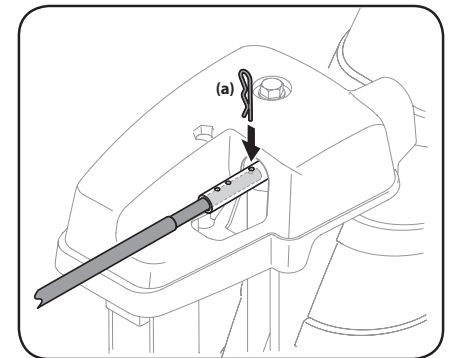

Figura 3-11
2. Empuje la varilla de control del canal hasta que el orificio de la misma quede alineado con el tercer orificio del conjunto de rotación del canal. Consulte la Figura 3-11.
3. Vuelva a insertar el pasador de chaveta (a) a través de este orificio y la varilla de control del canal como se muestra en la Figura 3-11.